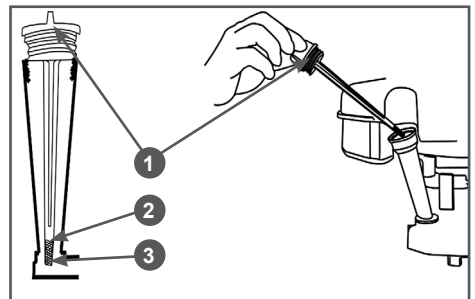

Рис. 21 Крышка-щуп маслосазливной горловины
5. Осторожно открутите крышку-щуп 1 (Рис. 21) маслосазливной горловины, протрите его насухо и отложите в сторону.